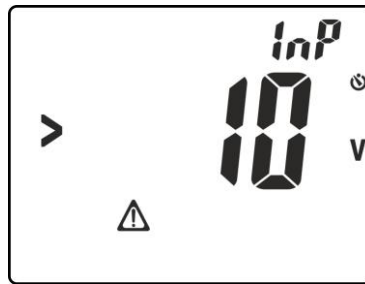

Abb. 17: Spannung an Eingangsbuchsen vorhanden
7. Drücken Sie **GO/HOLD** Taste zum Starten der Messung. Die Bildschirmseite in der Abb. 17 kann im Display erscheinen, wenn eine Spannung **>10V** an den Eingangsbuchsen vorhanden ist, die Messung wird dann unterbrochen.
7. Drücken Sie **GO/HOLD** Taste zum Starten der Messung. Die Bildschirmseite in der Abb. 17 kann im Display erscheinen, um anzugeben, dass eine Spannung **>10V** an den Eingangsbuchsen vorhanden ist, die jede Prüfung unterbricht.